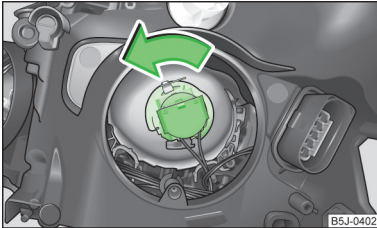

Abb. 159
- › Den Stecker mit der Glühlampe bis zum Anschlag in Pfeilrichtung drehen » Abb. 159 und herausnehmen.